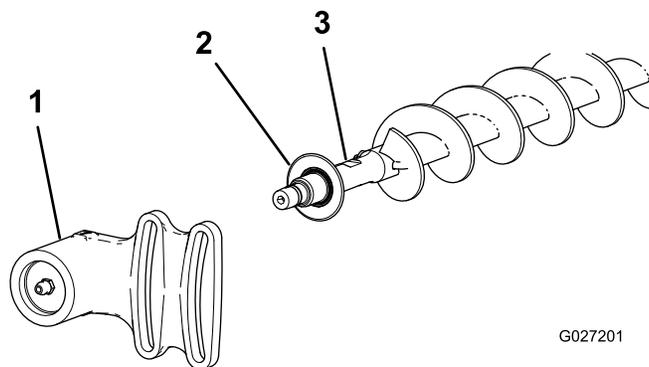
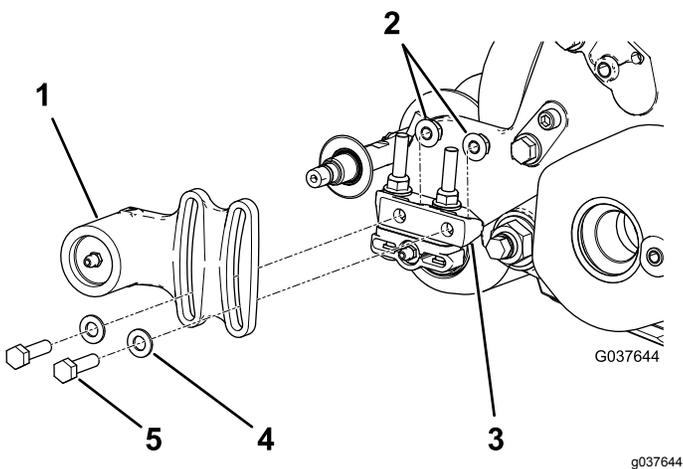

Рисунок 21
Рисунок 20
- Сдвиньте корпус подшипника неприводной стороны и защитное уплотнение с вала щетки (Рисунок 21).
- Если щетка катка установлена на режущем блоке, выверните два болта, снимите шайбы и гайки крепления корпуса подшипника неприводной стороны к монтажному кронштейну корпуса подшипника (Рисунок 20 и Рисунок 21).
- Установите защитное уплотнение и корпус подшипника неприводной стороны на вал щетки (Рисунок 21).